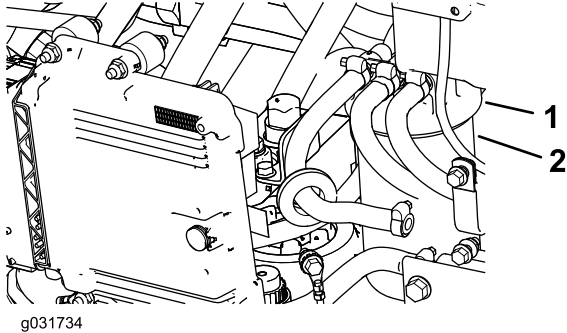

Figure 99
1. Nettoyez la surface autour de la tête du filtre à carburant (Figure 99).
2. Déposez le filtre et nettoyez la surface de montage de la tête du filtre (Figure 99).